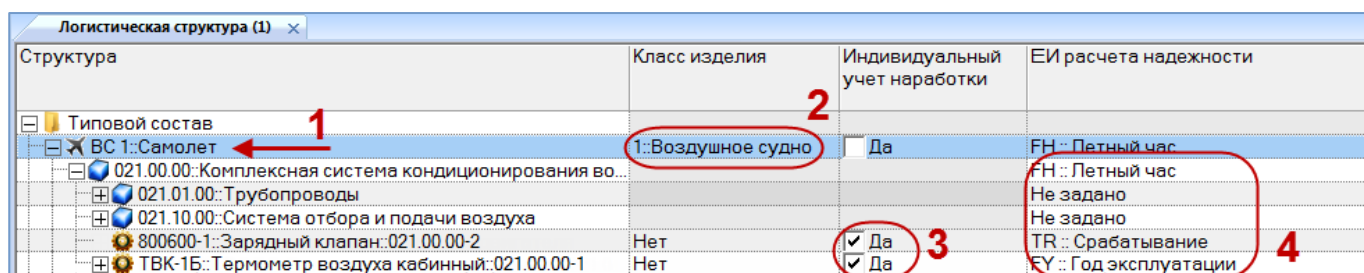

Рис. 13-196 – Рабочее окно «Логистическая структура»
- 1) В окне «Логистическая структура» выбрать компонент (1 на рис. 13-196).
- 2) Для установки признака финального изделия для компонента в поле «Класс изделия» раскрыть список и выбрать значение «1::Воздушное судно» (2 на рис. 13-196).
- 3) Установить признак компонента с ИУН в поле «Индивидуальный учет наработки», для этого необходимо установить флаг в данном поле (3 на рис. 13-196).
- 1) Для задания единицы измерения расчета надежности в поле ЕИ расчета надежности раскрыть список и выбрать нужную единицу измерения (4 на рис. 13-196). Если список пустой, необходимо загрузить единицы измерения по умолчанию (см. раздел «Справочник «Единицы измерения»» в Руководстве администратора).